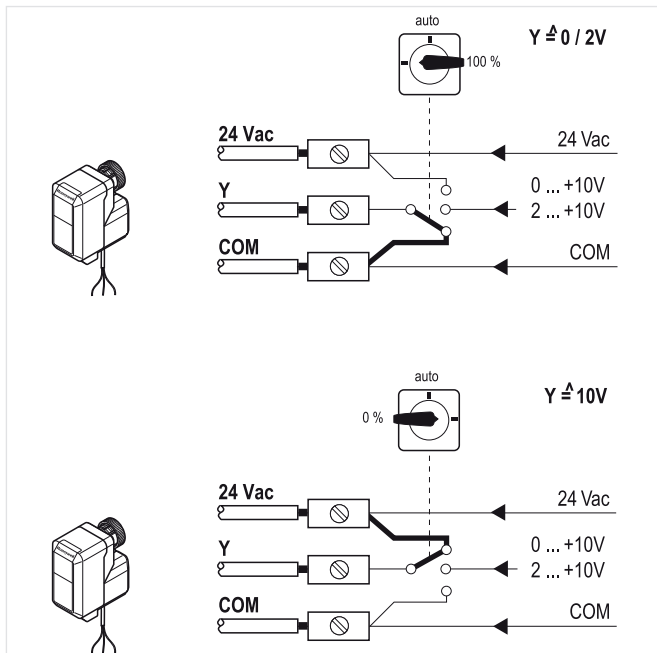

Abb. 6 Übersteuerung des Eingangssignals
Um das Reglerausgangssignal zu übersteuern, ist die Signaleingangsleitung (Y) je nach gewünschter Position entweder mit COM (0%) oder mit 24Vac (100%) zu verbinden (siehe Abb. 6).